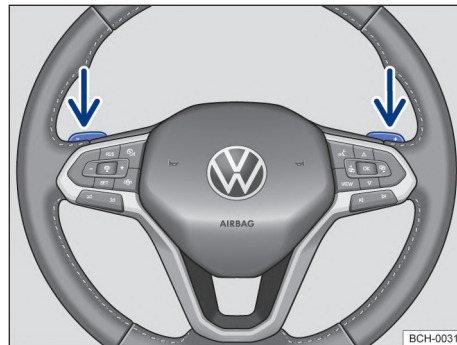

Fig. 95 Volante con selectores basculantes de Tiptronic.
- Presionar el conmutador basculante derecho → **fig. 95** hacia el volante para aumentar la marcha.